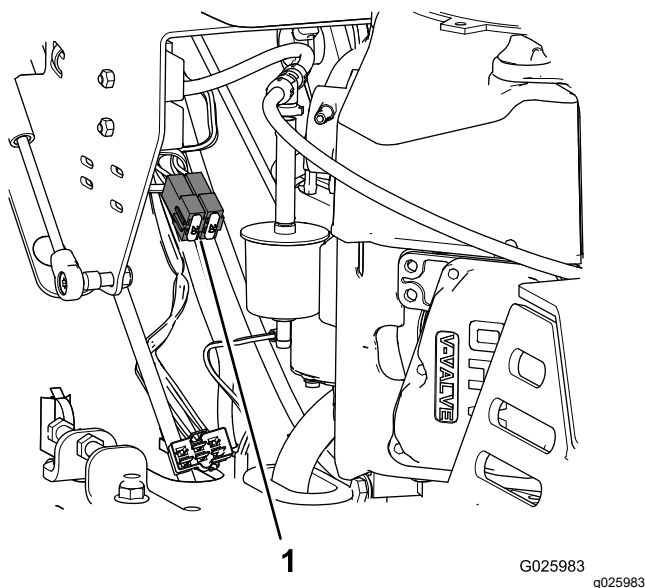

Figure 51
3. Sortez le fusible de son emplacement dans le porte-fusibles (Figure 51).
4. Insérez un fusible de même type et de même intensité dans l'emplacement dans le porte-fusibles (Figure 51).